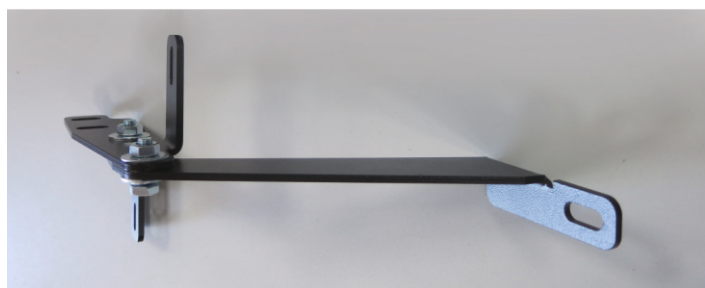

Рис. 1
2. Собрать правые и левые кронштейны при помощи болтов M10x30, шайб 10 и гаек M10 (рис. 1). Резьбовые соединения не затягивать.